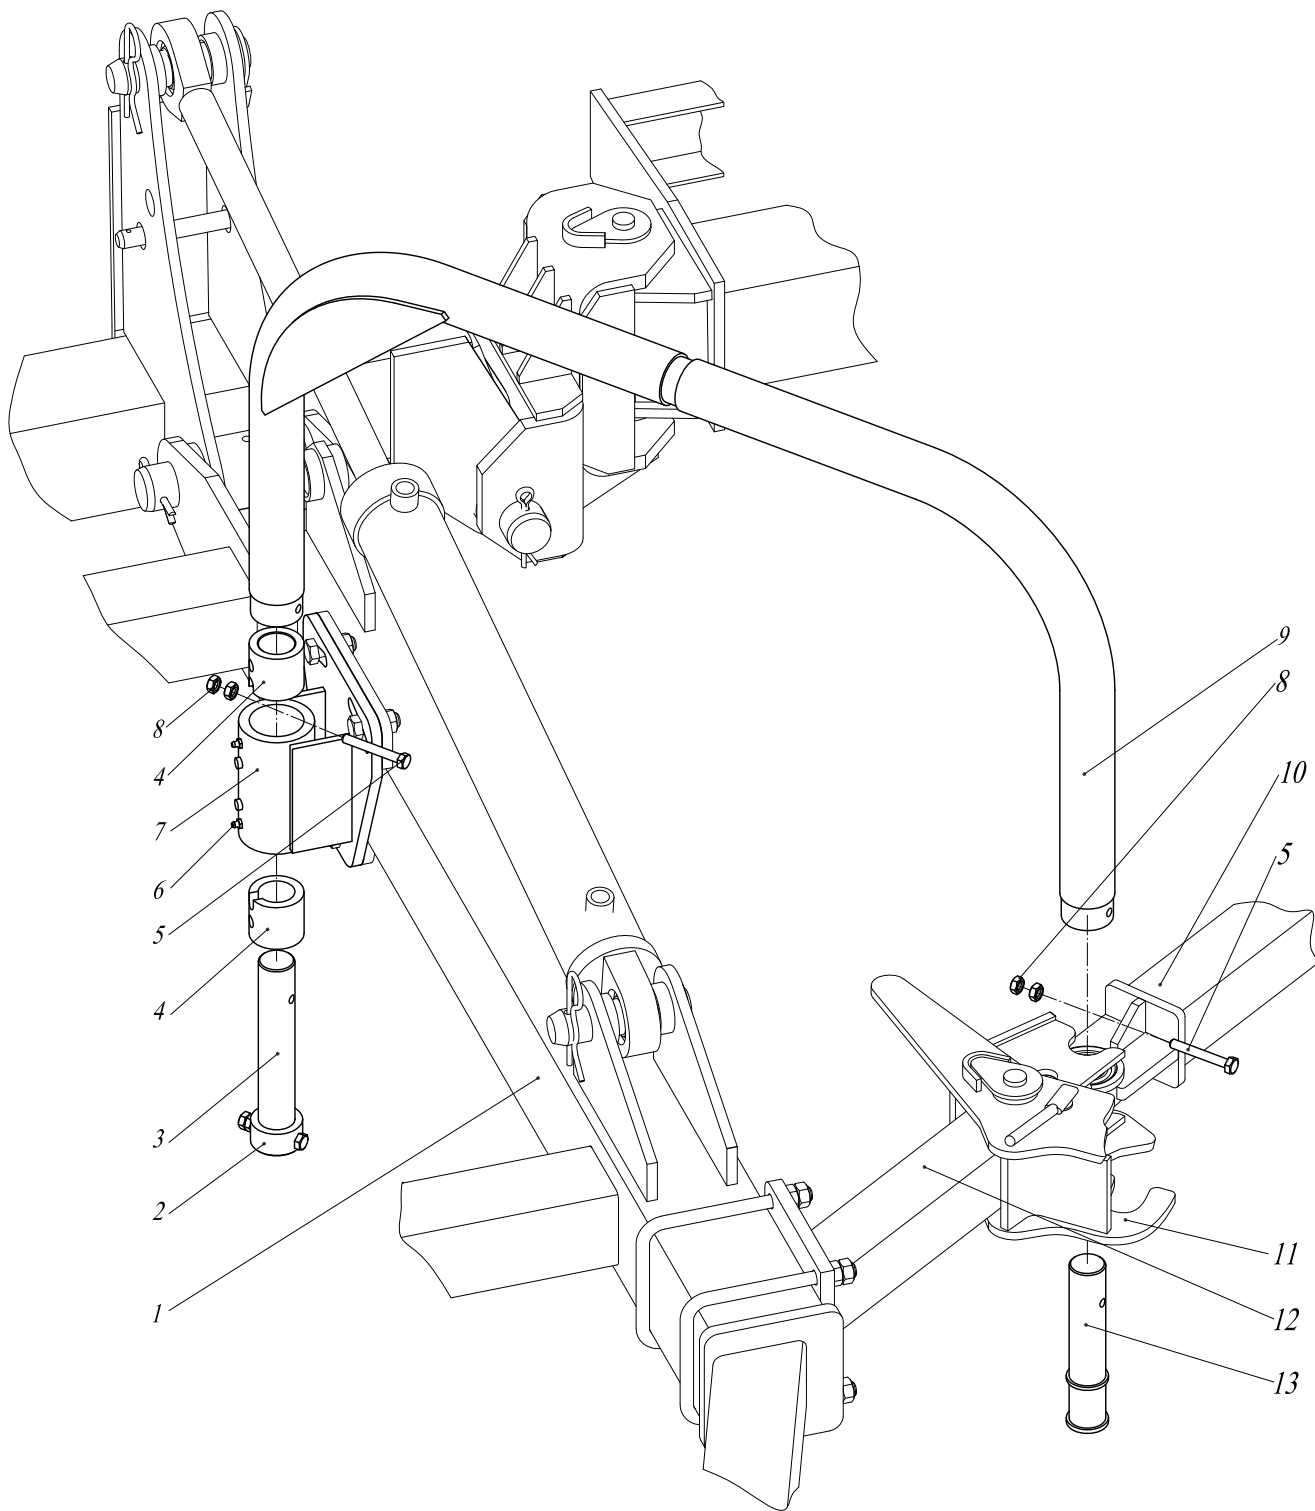

Рис.16 Водило в сборе СГВ 01.240
2.1.12. Водило в сборе (рис.16) служит для удерживания свободного конца растяжки 10 в транспортном положении и обеспечивает соединение растяжки 10 через ось водила 13 с захватом кронштейна 12 без прямого участия тракториста. Водило в сборе состоит водила 9, собранного через втулки 4 осью 3 с корпусом 7. Второй конец водила собран с корпусом растяжки 10 осью 13.